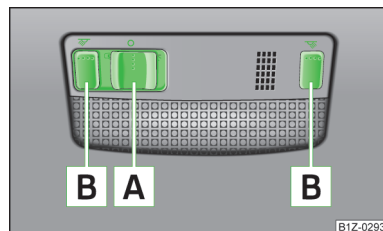

Fig. 28
Pozițiile comutatorului cu acționare prin împingere A » fig. 28.
- Prin apăsarea comutatorului B » fig. 28 se pot aprinde, respectiv stinge lămpile de lectură.
Când operarea lămpii este activată de la comutatorul de contact din portieră (comutatorul A » fig. 28 în poziția »), se aprinde lampa atunci când apare unul dintre următoarele evenimente.
Când operarea lămpii este activată de la comutatorul de contact din portieră (comutatorul A » fig. 28 în poziția »), se stinge lampa atunci când apare unul dintre următoarele evenimente.
Dacă rămâne o portieră deschisă, sau atunci când comutatorul A » fig. 28 se află în poziția », lampa interioară se stinge după 10 minute, pentru a nu se descărca bateria autovehiculului.